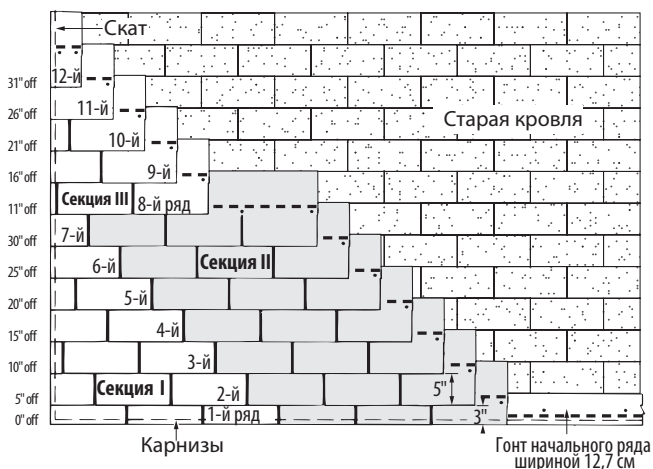

Рис. 10-21. Двенадцать вверх, на пять обрезка, встык.
1-й ряд: Первый ряд укладывается из полосовых гонтов размером 25,4 x 91,4 см, изготовленные путём обрезки язычков стандартных гонтов в нижней части на 5 см. Расположите верхний край полосовых гонтов таким образом, чтобы он соединялся встык с язычками гонтов старого третьего ряда (Рис. 10-21).
1. В начале второго ряда отрежьте 12,7 см от левого края гонта и расположите его верхний край встык с кромкой гонта в старом четвертом ряду (Рис. 10-21).
1. В начале восьмого ряда отрежьте 27,9 см от левого края гонта и уложите оставшийся кусок шириной 63,5 см на гонт седьмого ряда, выровняв его по левому краю седьмого ряда (Рис. 10-21).